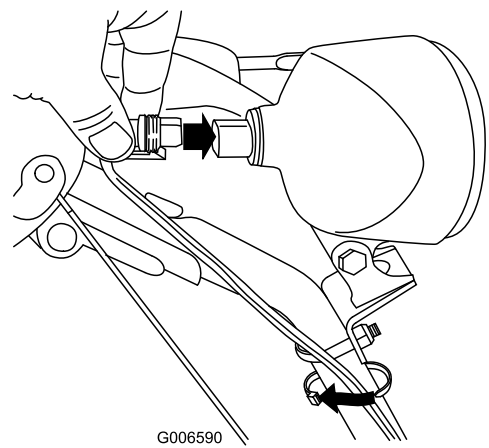

Figure 55
6. Branchez le connecteur du fil directement à l'arrière du phare en l'enfonçant bien en place (Figure 55).